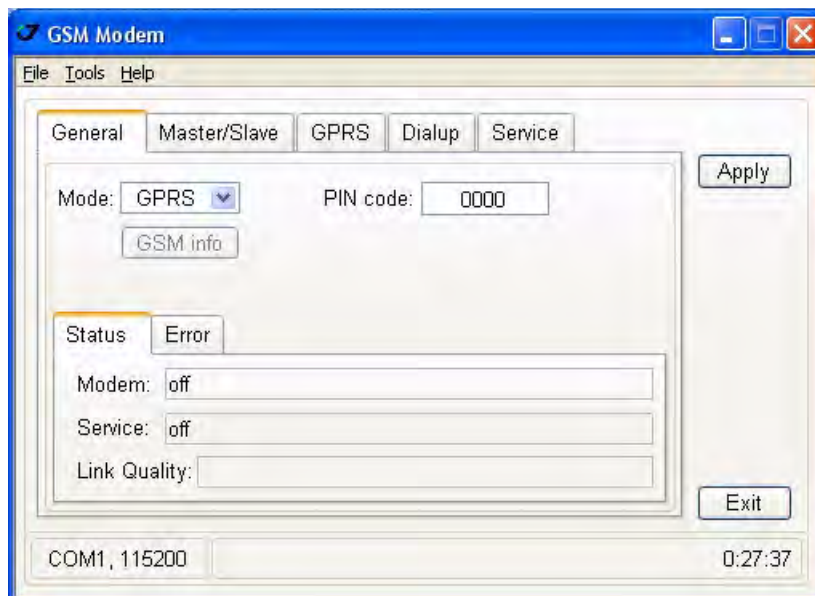

Рисунок 29. Закладка General
- 1. В закладке *General* установите следующие параметры (Table 15) и нажмите *Apply* (Рис. 29 на стр. 46). В данной закладке отображается статус модема, сервисный статус и возможные ошибки.